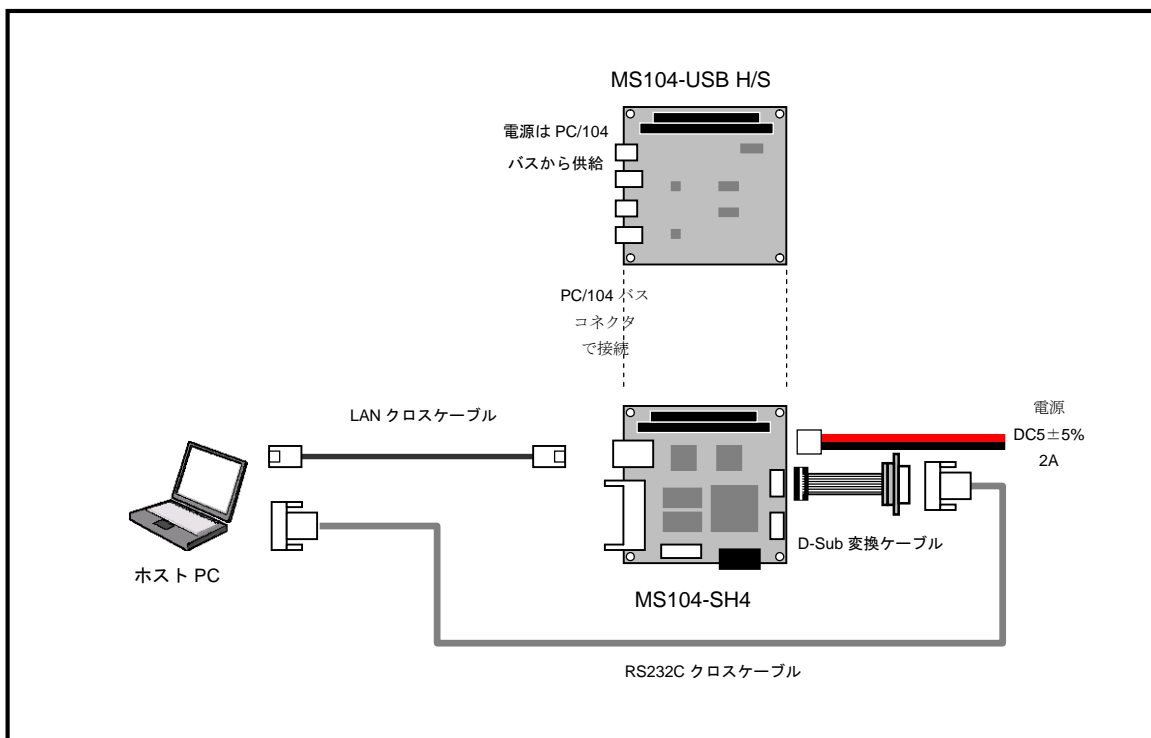

Fig 3.3-2 MS104-SH4 との接続
- ① MS104-USB H/S と MS104-SH4 を「Fig 3.3-2 MS104-SH4 との接続」を参考に接続します。MS104-SH4 の電源が OFF であることを確認し、MS104-SH4 ボードの COM2(SCIF)と Ethernet ポートをそれぞれ、ホスト PC のシリアルポートと Ethernet ポートに接続してください。MS104-SH4 の電源を ON にし、RedBoot の起動ログが表示されることを確認します。